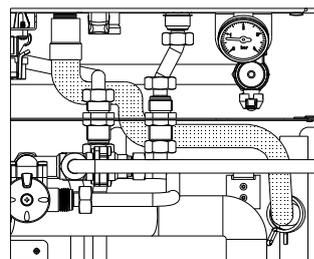

Fig. 28
- Collegare la valvola di sicurezza 3 bar della caldaia al tubo corrugato proveniente dal modulo e bloccare con le fascette stringi tubo (fig. 28)